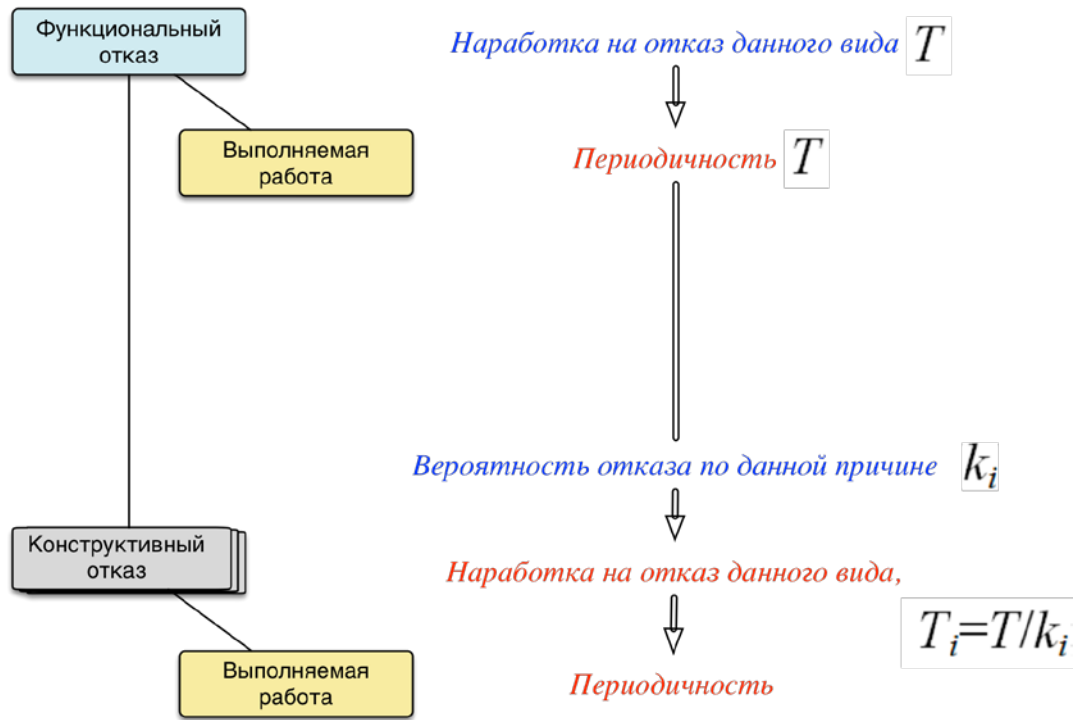

Рис. 10-376 – Схема расчета периодичности работ по восстановлению исправности «сверху вниз»
- Атрибут «Периодичность» для видов ТО, указанных в качестве работ по восстановлению для ФО и КО (в той ЕИ, в которой задана наработка для ФО) (рис. 10-376):
- периодичность вида ТО, связанного с ФО, принимает значение, равное «Наработке на отказ данного вида» для ФО (T);